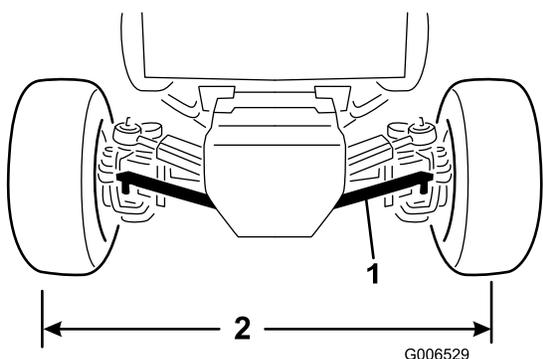

図 65
1. タイロッドのボールジョイントのつをアクスルのブラケットに固定しているコッターピンとキャッスルナットを外してボールジョイントをアクスルから外す 図 65。
3. 右タイヤの中心線からと左タイヤの中心線までの距離が、タイヤの前後で等しくなるように、タイロッドのボールジョイントを内側または外側に回して調整する 図 65。